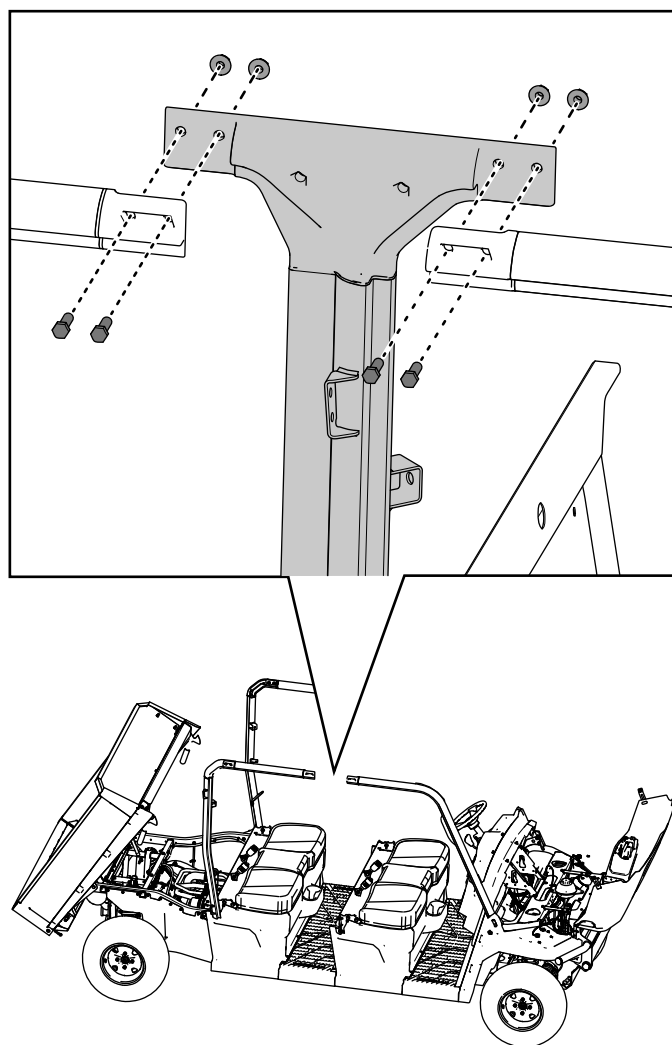

Figura 40
12. Fissate senza serrare la parte superiore del gruppo barra rotazione mediano di destra ai gruppi barra rotazione anteriore e posteriore di destra con 4 bulloni a testa esagonale ($\frac{3}{8}$ " x $1\frac{1}{4}$ ") e 4 dadi di bloccaggio ($\frac{3}{8}$ ") come illustrato nella Figura 40.